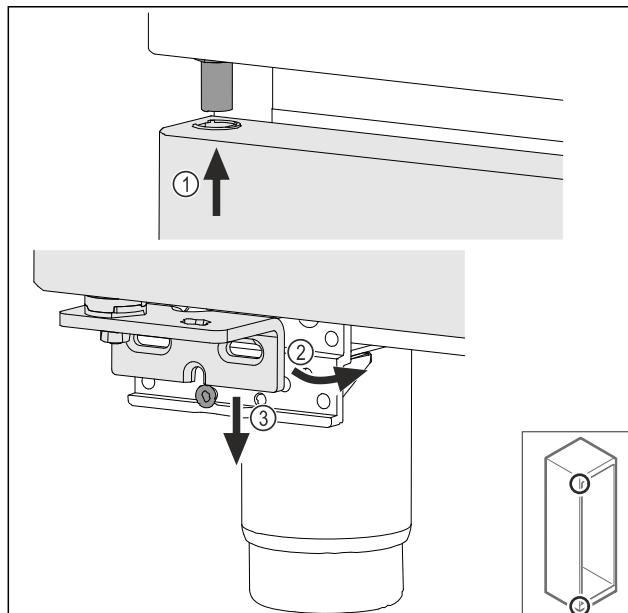

Fig. 47
- ▶ Ievadiet augšā durvis mazliet sagāztā veidā Fig. 47 (1), nolīmējiet durvis taisni Fig. 47 (2) un uzlieciet apakšā uz gultņa balsta skrūves Fig. 47 (3).